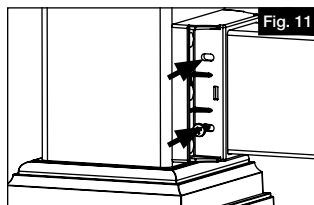

Fig. 11
- b. Install #10 x 1" screws in all pre-drilled holes (Fig. 11).
b. Enfoncer une vis no 10 x 1 po (25 mm) dans tous les avant-trous (Fig. 11).